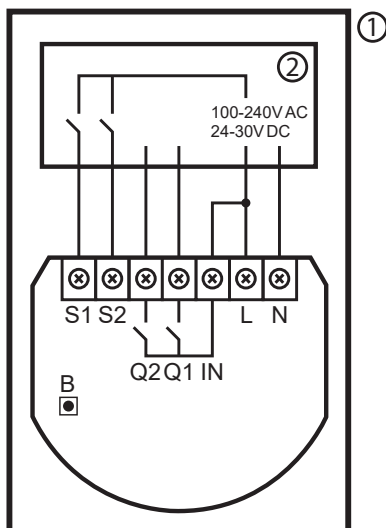

Figure 1 : Exemple de connexion de DoubleSmart-Control
2. Connecter comme indiqué dans la Figure 1 ci-dessous.